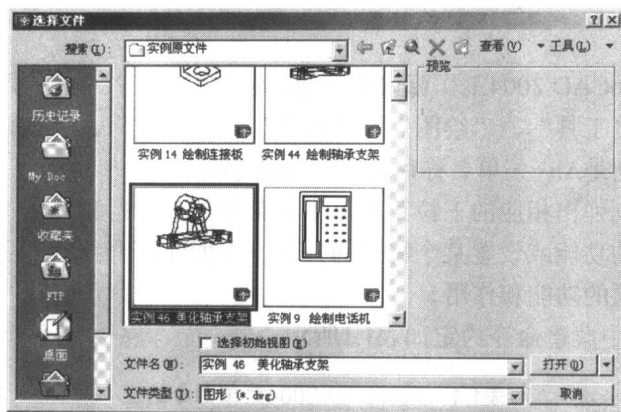

图 1.6 “选择文件”对话框
- 文件图形预览 在“查看”菜单中增加了“略图”预览模式，Windows 2000/XP用户可以直接在该模式下预览文件图形，但是美中不足的是，这种情况下同时看到的文件数目会变少（见图1.6）。